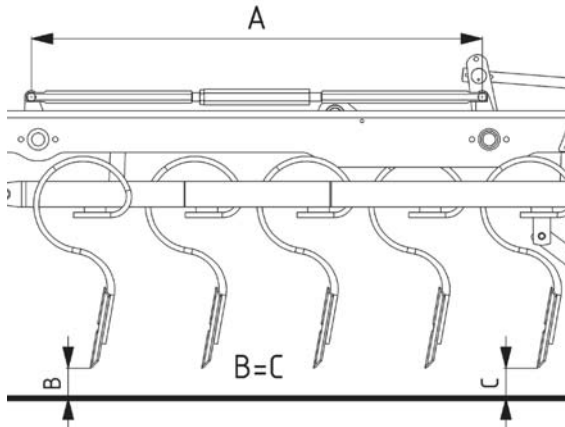

Fig. 17 Regulatie van de sectie van de tanden
- Met de sleutel (2) de positie van de sectie van de tanden reguleren, door de dimensie „A” te veranderen tot het moment waarop de dimensie „B” en „C” op hetzelfde niveau zijn (Fig. 17) .